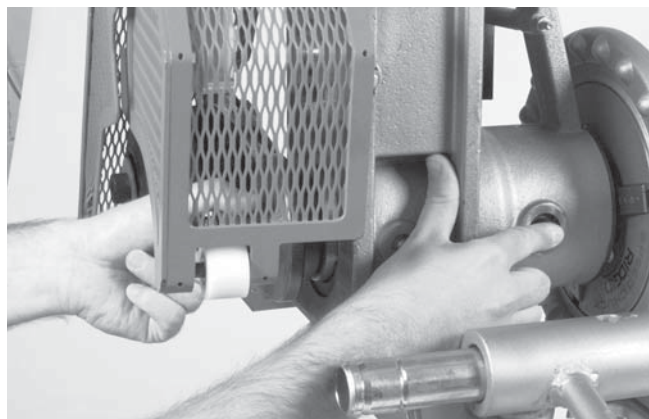
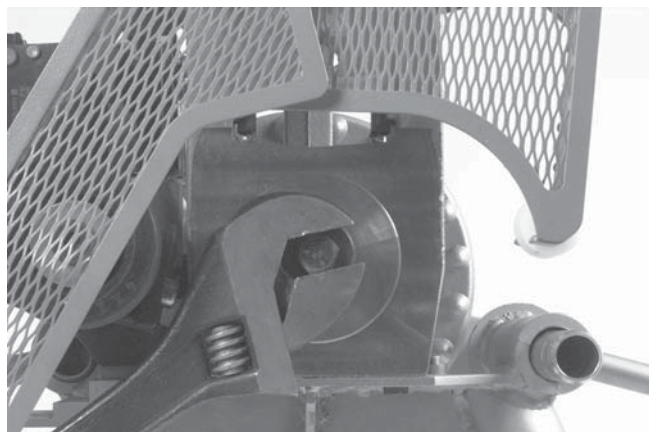

Рисунок 20 – Вставка стопорного штифта и снятие ведущего ролика
Рисунок 21 – Ослабление затяжного болта 5/8
5. Вставьте стопорный штифт в ведущий вал, вручную вращая ведущий вал (рисунок 20). Ослабьте затяжной болт 5/8 (15/16 шест.) (рисунок 21) и снимите ведущий ролик.